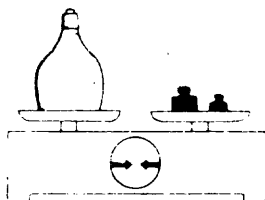

Fig. 1
- a) Pesó un recipiente conteniendo aire (fig. 1).